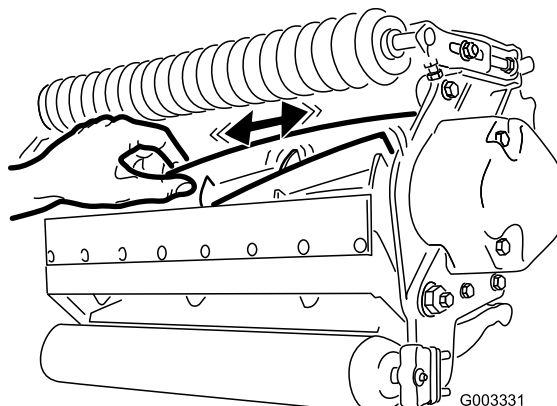

Figura 27
2. Utilizzando uno straccio o un guanto ben imbottito, bloccate la lama del cilindro e tentate di spostare il gruppo cilindro da lato a lato (Figura 27).